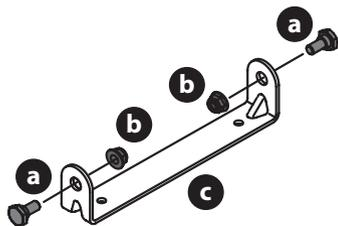

Figura 4
- Extraiga los pernos con reborde (a) y las tuercas de seguridad (b) del soporte de montaje del asiento (c) incluidos en el paquete de elementos de ferretería (Figura 4).